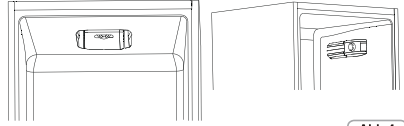

Abb.4
• Die Thermostatgruppe zur Steuerung des Geräts ist im Inneren des Kühlraums untergebracht (Abb. 4). Drehen Sie den Thermostatregler über die Position "0" hinaus. Das Licht ist eingeschaltet, wenn die